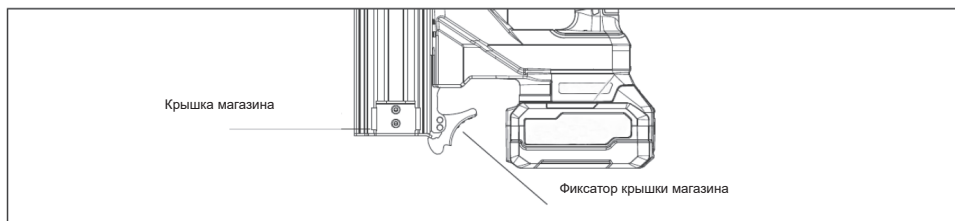

Рис. 24
- Нажмите фиксатор крышки магазина и отведите крышку магазина вниз (Рис. 24).